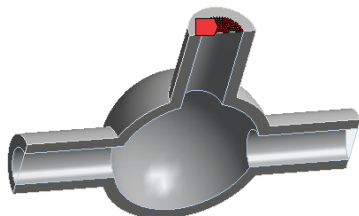

图 24-7 出口面
- 9) 选择位于模型中的面, 如图 24-7 所示, 然后在 outlet 的细节窗口的 Geometry 中单击后, 再到其后单击 Apply 按钮, 此时创建的集合包含了这些面, 将用于设置出口端。